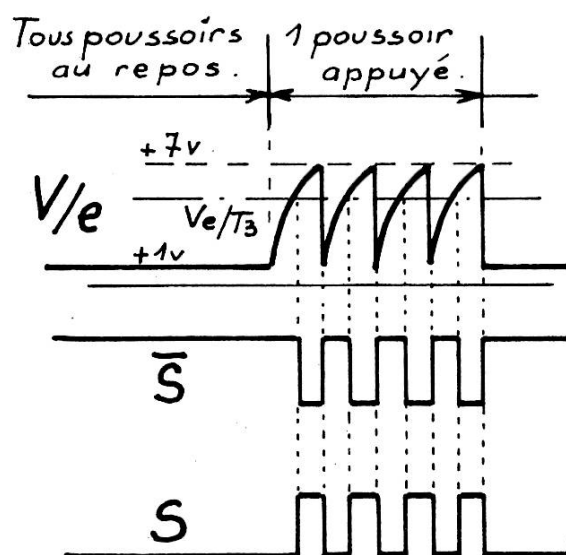

Fig. VI-22. — Signaux du codeur TFF8.
Cette tension est prélevée, à haute impédance par T_2 , monté en collecteur commun, puis appliquée à un écrêteur T_3 , dont l'émetteur est à un potentiel variable, de manière à sortir un signal rectangulaire de rapport cyclique égal à 1. (Voir fig. VI-22.)
- Si m de la platine HF est connecté à $\overline{S}$, la HF est rayonnée au repos car $\overline{S}$ est au niveau haut. (Voir fig. VI-22.)